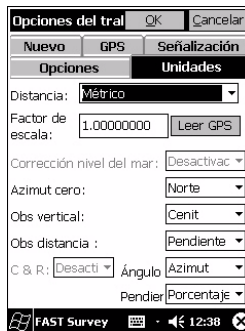

Figura 2- Escoger las unidades
5. A continuación, haga clic en **OK** para crear el trabajo. La pantalla mostrará entonces la ficha **Unidades** (figura 2).